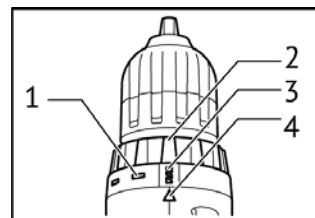

рис.5
2.2.5 Функции регулировочного кольца (рис.5 поз.2):
На регулировочное кольцо (рис.5 поз.2) нанесены символы: от «1» до «16» – 16 фиксированных положений предельного момента затяжки, символ «—» и символ «дрель». Выставление нужного режима работы осуществляется совмещением соответствующего символа со стрелкой на корпусе дрели.